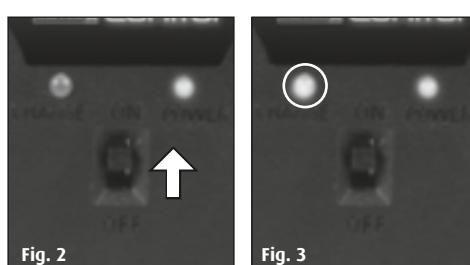

Fig. 3
4. Il LED dello stato di ricarica si accende adesso di luce verde mostrando la ricarica in corso (fig. 3).